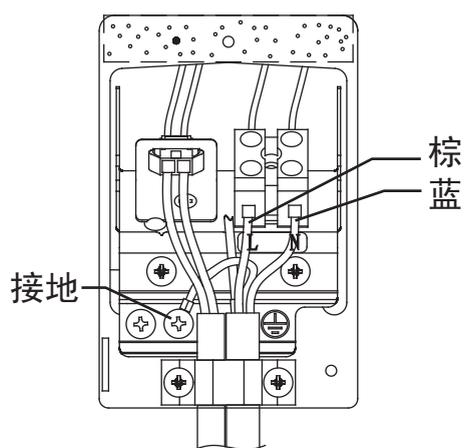

图23-2
- (2) 将连接电缆分别按图23-2正确的牢固连接。
- (3) 必须将黄/绿线接至带有“⊕”标志处的接地螺钉上。
- (4) 用连接线压板将连接电缆用螺钉紧固。
- (5) 完成接线后将接线排盖板重新安装。